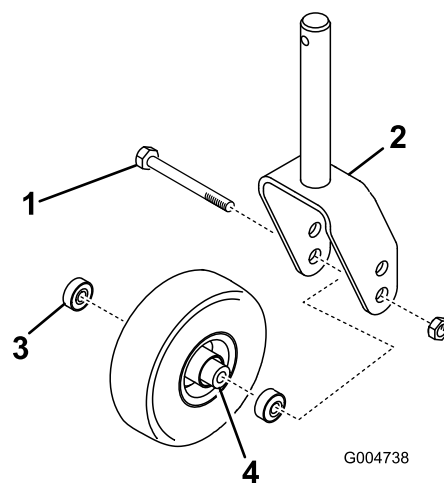
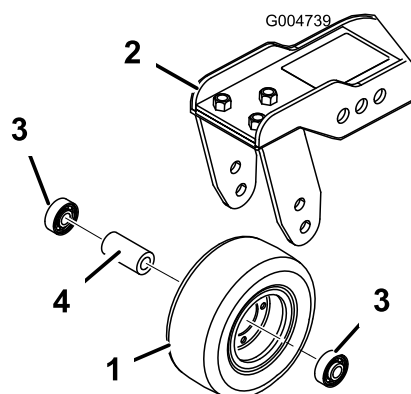

Figura 83
Figura 84
1. Retire a porca de bloqueio do parafuso que fixa o conjunto da roda giratória entre a forquilha da roda giratória (Figura 83) ou o braço articulado da roda giratória (Figura 84).
2. Retire o rolamento do cubo da roda e deixe cair o espaçador do rolamento para fora (Figura 83 e Figura 84).